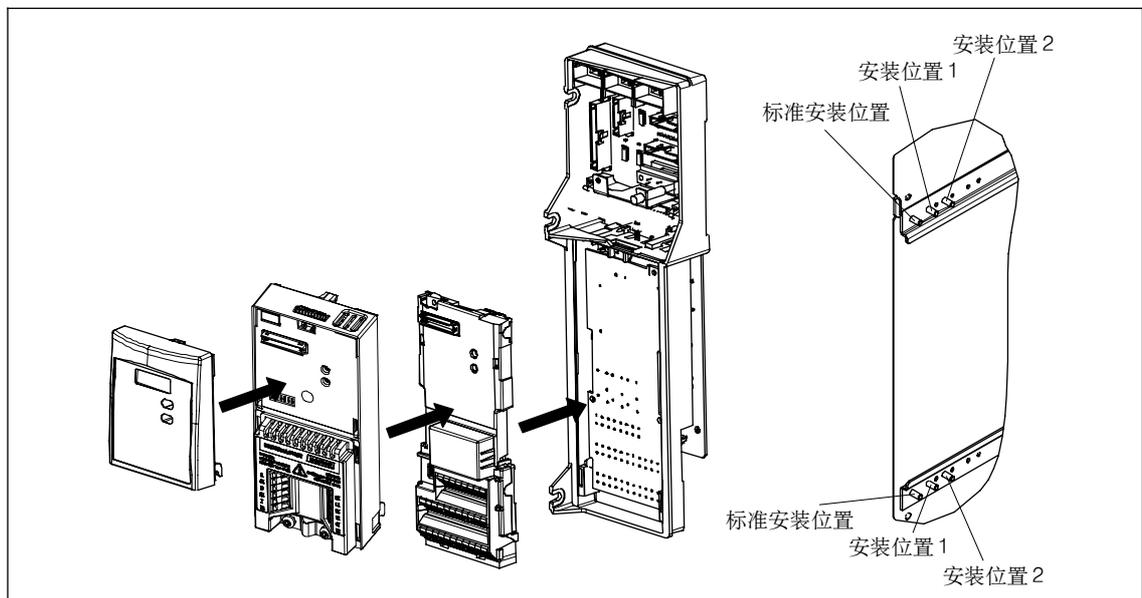

图 2-7 电子箱中选件的安装
- 如图 2-7 所示, 在正确的安装位置用螺钉固定电子箱。